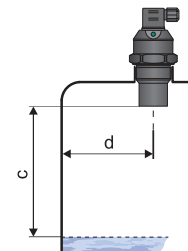

Fig. 3: Distância entre medidor e a parede do tanque
- A distância mínima da parede do tanque ao instalar na parte superior ou no teto do tanque estão listadas na Fig. 3. No caso de instalação do dispositivo perto da parede lisa do tanque, não é necessário observar a distância mínima, pelo contrário, é adequado encurtar essa distância.